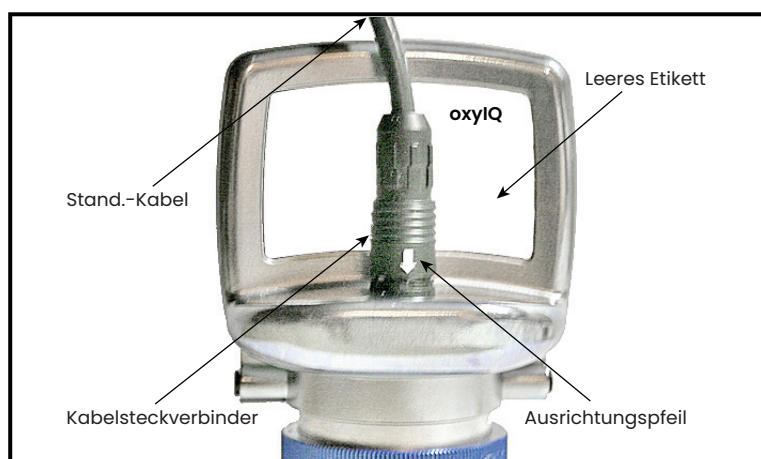

Abbildung 5: oxy.IQ-Kabel und -Steckverbinder
1. Schließen Sie das entsprechende Kabel an den oxy.IQ an (siehe *Abbildung 5 unten*). Achten Sie darauf, den weißen Pfeil auf dem Kabelsteckverbinder mit dem weißen Pfeil auf dem oxy.IQ-Steckverbinder auszurichten, und drücken Sie dann die Oberseite des Kabelsteckverbinders gerade nach unten auf den Gegensteckverbinder auf der Rückseite des Elektronikmoduls, bis Sie ein Klicken hören.